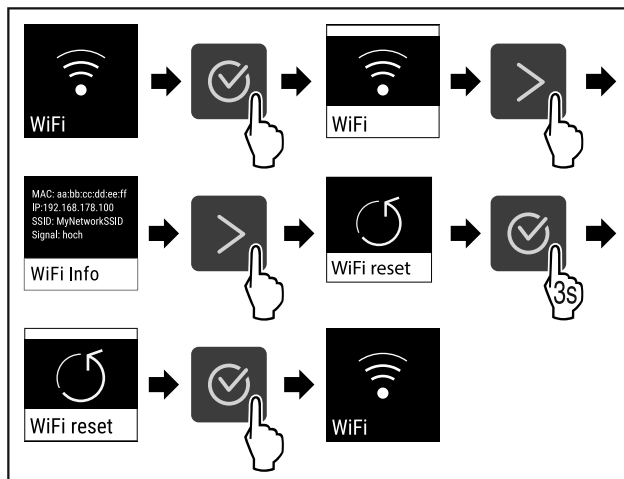

Fig. 88
- ▶ Obavite korake postupka (pogledajte Fig. 88).